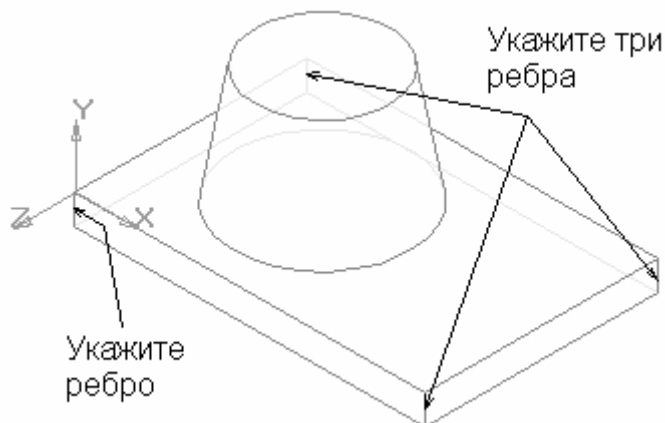

Рис. 3.7. Выделение рёбер основания
13. Укажите первое угловое ребро для его выбора. Нажмите клавишу <Ctrl> на клавиатуре и, удерживая её, укажите мышью остальные три ребра (рис. 3.7).